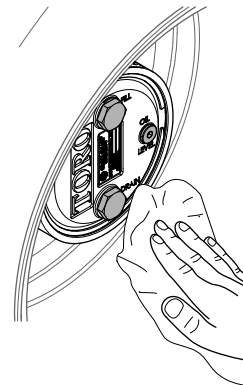

Figura 104
3. Limpie los alojamientos del freno y de los engranajes planetarios (Figura 104).